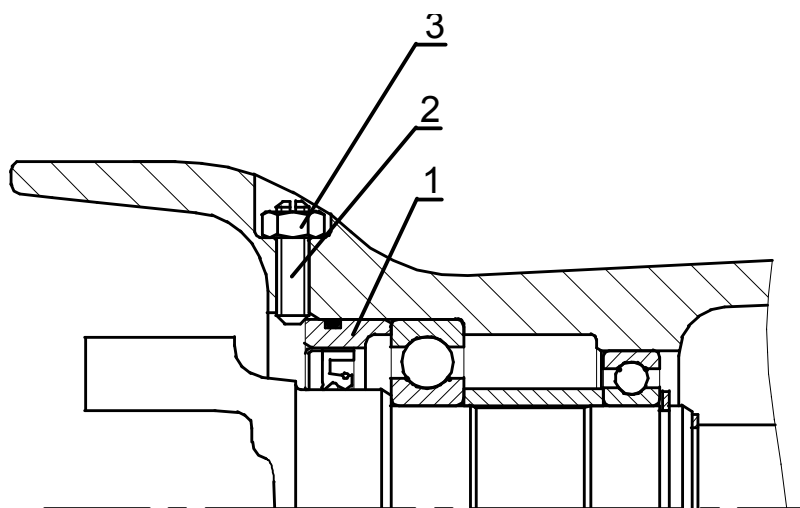

Рис.5.17
После запрессовки сдвоенного шарнира в сборе с обоймой и подшипниками, застопорите обойму (1), (рисунок 5.17), при помощи стопорного винта (2) и контргайки (3);
Стопорный винт (2), (рисунок 5.17), должен упираться в обойму конусной поверхностью.